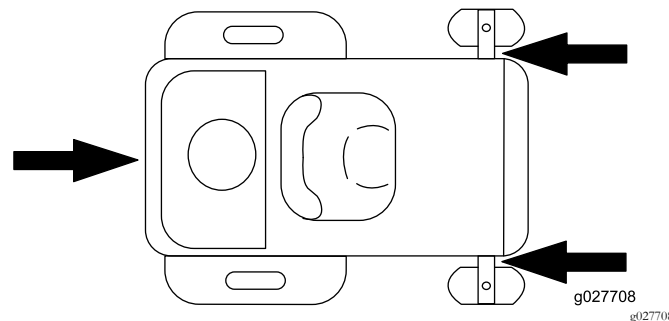

Figure 34
5. Arrimez la machine près des roues pivotantes avant et du pare-chocs arrière (Figure 34).